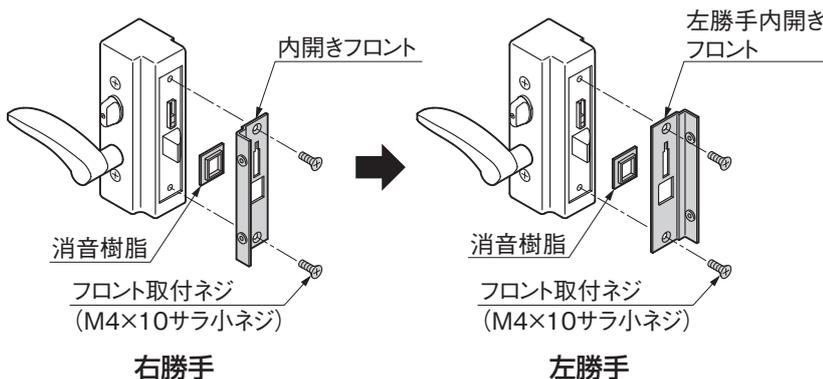

図3-5
- ⑥ 右勝手から左勝手に変更する場合は、図3-5にしたがって、フロントを左勝手内開きフロントに付け替えてください。